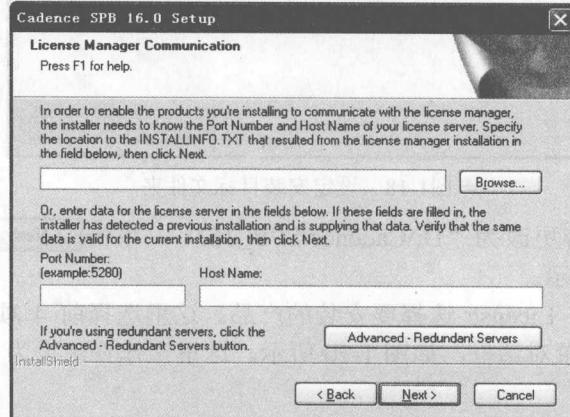

图1-15 【License Manager Communication】对话框
- (11) 单击 **确定** 按钮, 出现【License Manager Communication】对话框, 设置网卡端口和主机名称, 如图 1-15 所示。